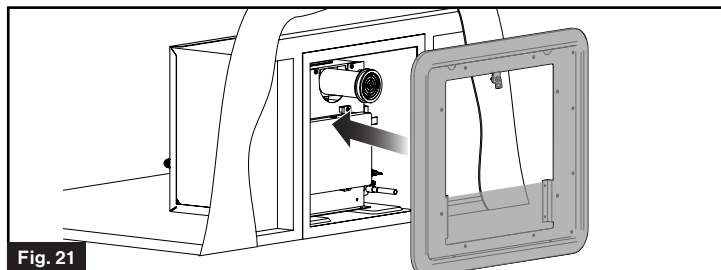

Fig. 21
1. Insérez la bride de porte dans le boîtier du chauffe-eau et appuyez fermement la bride contre la paroi latérale. (Fig. 21)